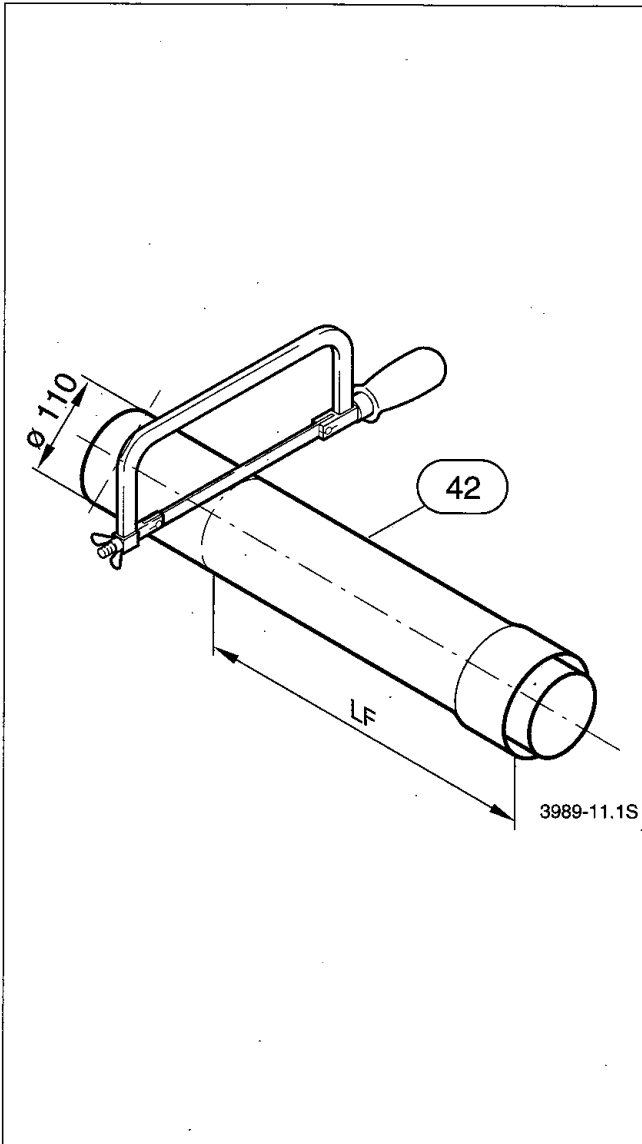

Bild 3
- Ermitteln Sie die Doppelrohrlänge LF. Längen Sie das Doppelrohr rechtwinklig ab und entgraten Sie die Schnittkanten (Bild 3). Beachten Sie das Maß von LFmin = 140 mm!